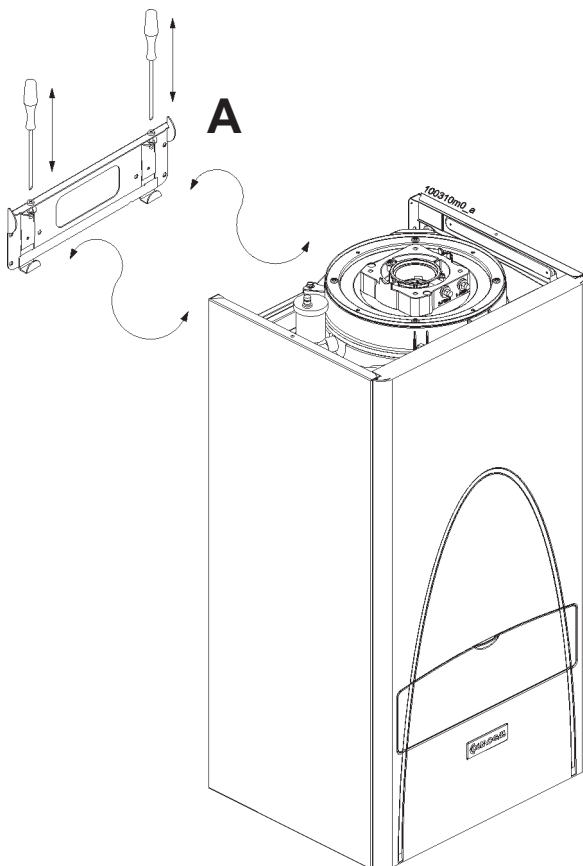

Figura 4 - Piastra regolabile di sostegno
- fissare la staffa di sostegno "A" (vedi figura 4), alla parete, con le viti dei tasselli a corredo;
- appendere l'apparecchio alla staffa "A" (vedi figura 4);